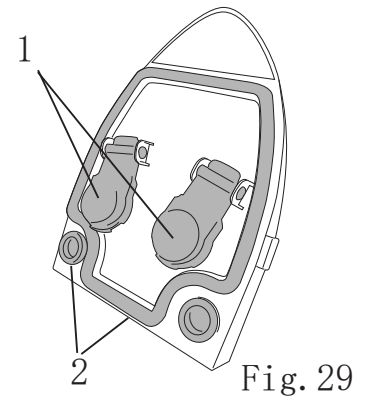

Fig. 29
- 转动盖子，检查浮标是否可以自由移动（图29，编号1）。
- 用湿布清洁垫圈（图29，编号2）。